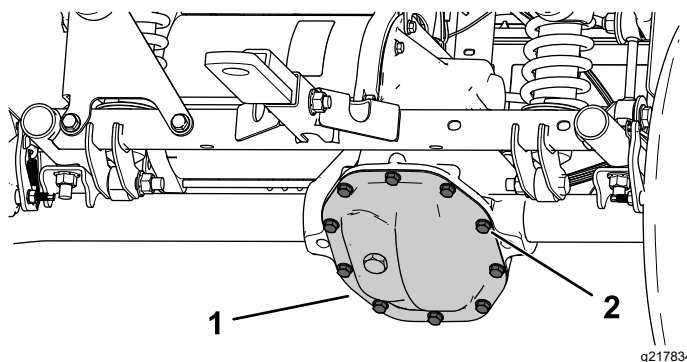

図 48
1. トランスアクスルカバーの下にオイルを受ける容器をおく 図 48。
2. トランスアクスルカバーについているボルトを外してオイルが完全に抜けるのを待つ 図 48。